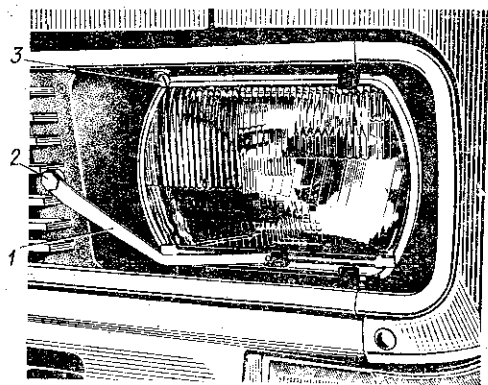

Рис. 85. Очиститель рассеивателей света фар:
1. Отверните гайки 2 (рис. 85) крепления рычагов щеток очистителей на валах якорей электродвигателей.